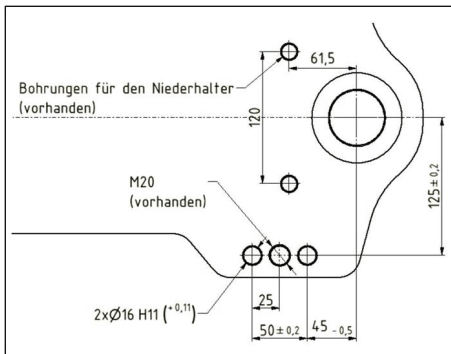

Bild 5 - Montagezeichnung
## Montage: (siehe Bild 5)
- Zwei  $\varnothing 16$  H11 Bohrungen auf der Seite, an der die ZWL montiert werden soll, gemäß beiliegender Montagezeichnung (siehe Bild 5) in den Kugelbalken bohren. In einigen Kugelbalken dienen Senkungen, die die Mitte der 16er Bohrungen anzeigen, als Positionierhilfe.